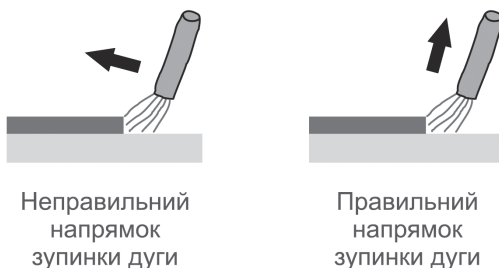

Рисунок 4. Напрямок зупинки дуги під час ручного дугового зварювання («ММА»)
6. Для зупинки процесу зварювання відвести електрод від поверхні деталі на достатню відстань (рис. 4).